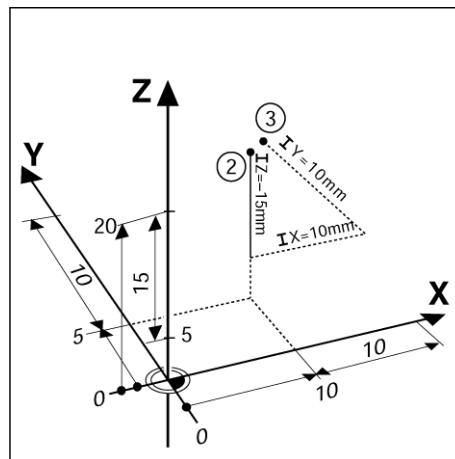

Fig. I.3 Positions 3 avec coordonnées incrémentales
**Exemple:** Coordonnées incrémentales de la position 3 se référant à la position 2. Cf. Fig. I.3